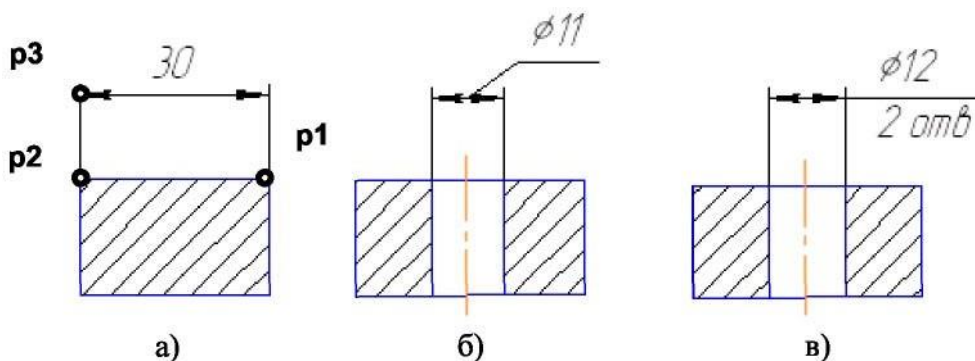

Рис. 2.8. - Варианты нанесение линейных размеров
3. Указать графическим курсором точку **p1** - начало первой выносной линии (рис.2.8а).
Для нанесения линейного размера со знаком диаметра и на полке (рис. 2.8 б) необходимо после задания двух точек начала выносных линий (точек **p1** и **p2**) щелкнуть графическим курсором в окне **Текст Панели свойств**, затем в окне **Задание размерной надписи** указать необходимый символ (рис. 2.9 а).